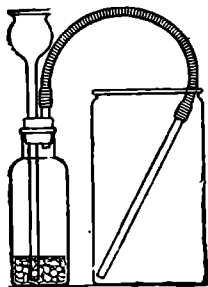
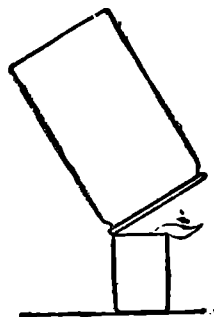

Рис. 188. Наполнение углекислым газом банки.
Рис. 189. Тушение углекислым газом горящего бензина.
■ **Опыт.** Попробуйте загасить углекислым газом горящий бензин. Наполните углекислым газом большую банку для варенья, деревянную или картонную коробку и т. п. (рис. 188). Налейте в стакан или, лучше, в жестяную коробку из-под консервов и т. п. немного бензина и зажгите. Попробуйте погасить бензин, вливая в банку воду. Бензин не гаснет. Поднесите к горящему бензину банку с углекислым газом и быстро опрокиньте ее над горящим бензином (рис. 189). Бензин сразу же гаснет.